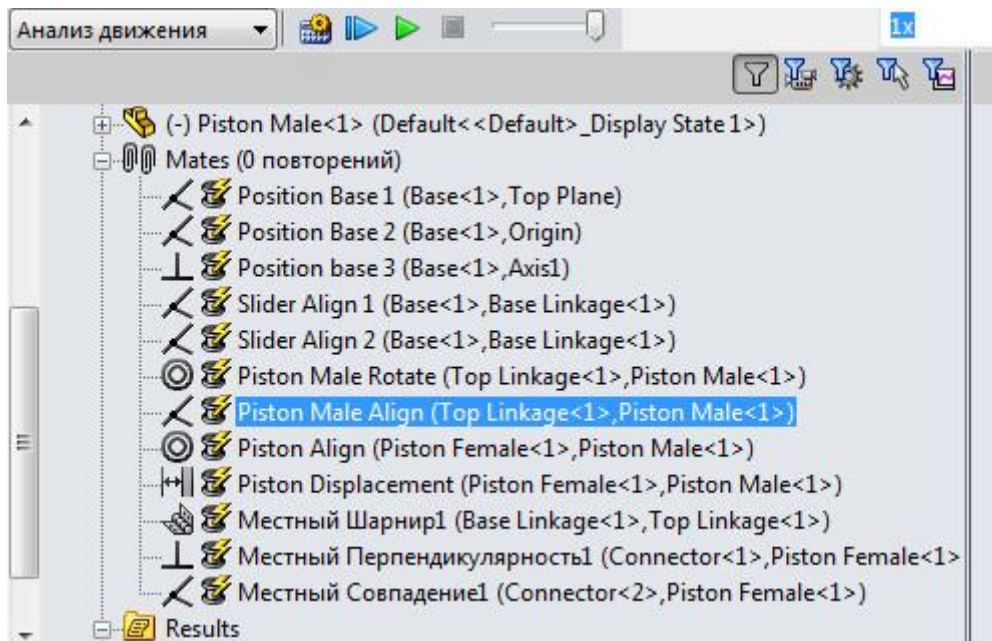

Рис. 26. Індикація використання податливих втулок.
2. Розгорніть `my_Piston Female` і виберіть **Точка1**. (рис. 26)
Значки змінених локальних спряжень обновляться для індикації заміни на автоматичні втулки (див. рис. 26).